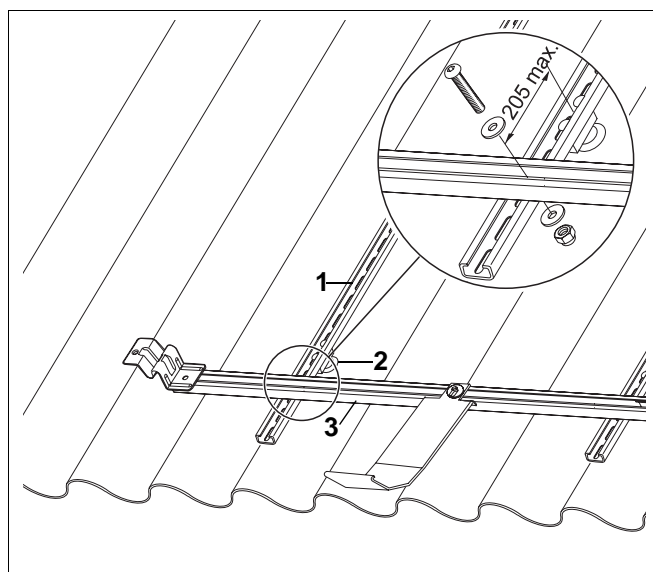

Abb. 8 Befestigung der waagerechten Profilschienen
Der Abstand der waagerechten Profilschiene zum Haltebock darf maximal 205 mm (Mitte/Mitte) betragen (Abb. 8).
- Befestigen Sie die waagerechten Profilschienen mit den Innensechskantschrauben, M8 x 50, zwei Unterlegscheiben für M8 und den selbstsichernden Muttern M8 an den senkrechten Profilschienen (Abb. 8).